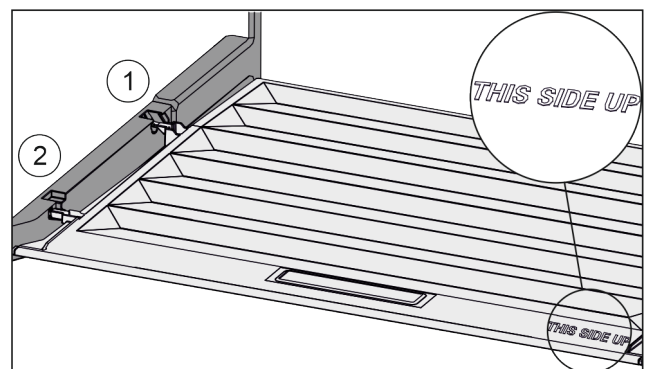

Fig. 59
- ▶ Vezesse be a fedél bordáit a hátsó tartó Fig. 59 (1) nyílása fölött, elől pedig pattintsa be azokat a tartóba Fig. 59 (2).